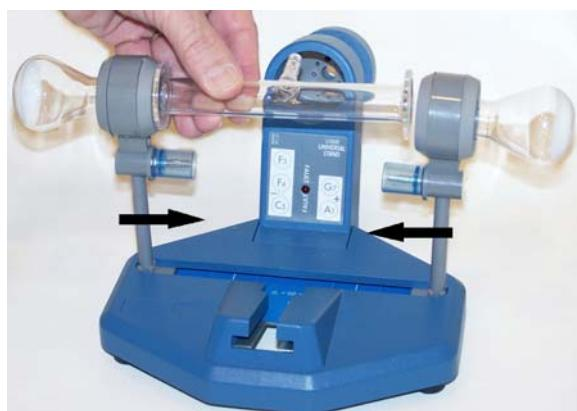

Fig. 3
- Inserir o tubo de vidro nos suportes. Para garantir que o tubo de vidro está firmemente no lugar, deslocar ambos os suportes um pouco para o meio (vide Fig. 3).